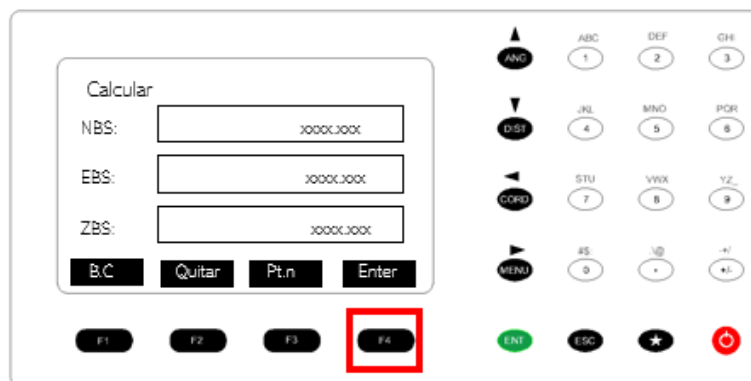

Figura 132. Configuración del punto.
36. En la nueva ventana, introducir las coordenadas del punto y presionar F4 Enter. Figura 132.